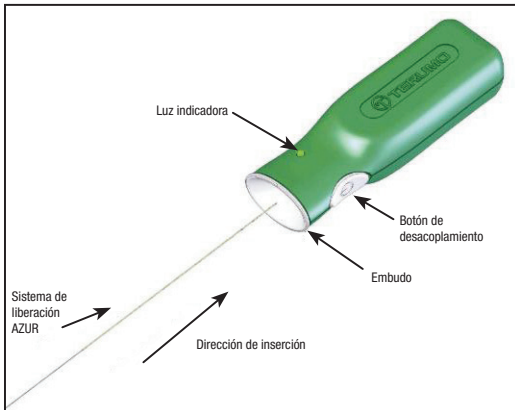

Figura 2. Controlador de desacoplamiento AZUR
13. Antes de utilizar el dispositivo, retire el extremo proximal del sistema de liberación del aro del envase. Tenga cuidado de no contaminar este extremo del sistema de liberación con sustancias extrañas, como sangre o medio de contraste. Inserte con firmeza el extremo proximal del sistema de liberación en la sección de embudo del controlador de desacoplamiento AZUR. Consulte la figura 2. No pulse el botón de desacoplamiento en este momento.
- Conecte el extremo proximal del sistema de liberación al controlador de desacoplamiento AZUR; para ello, introduzca con firmeza el extremo proximal del sistema de liberación en la sección de embudo del controlador de desacoplamiento AZUR. Consulte la figura 2.